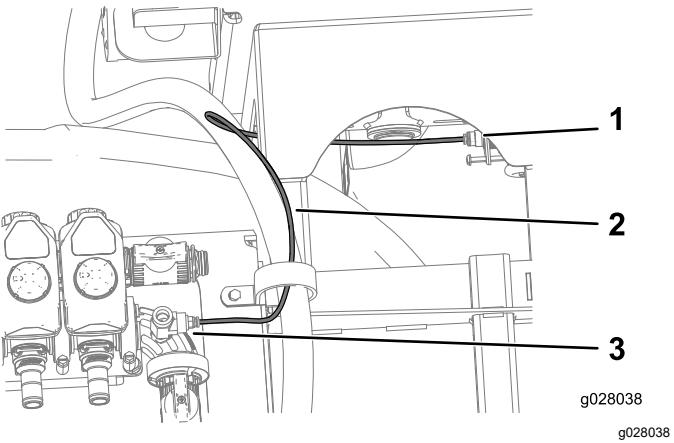

Figure 38
- Reliez le tube transducteur de pression au coupleur du raccord en T dans le raccord à 90° et au coupleur du manomètre (Figure 38).